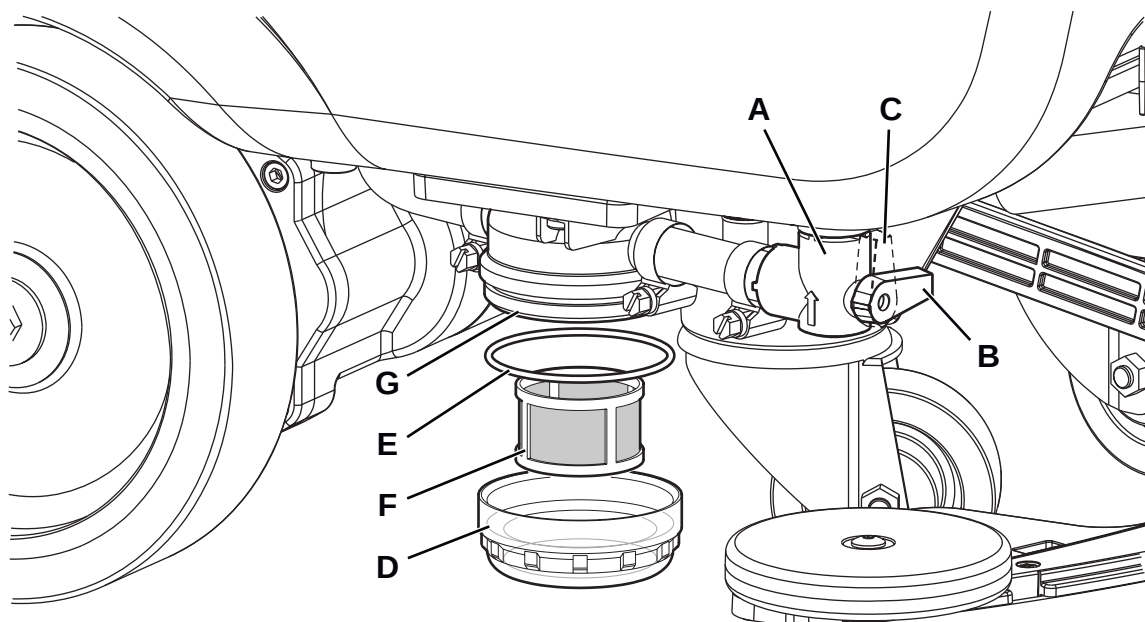

Afbeelding 12
2. Controleer of de machine is uitgeschakeld en de bedienerssleutel (41) is verwijderd.
3. Breng de afdekking (34) omhoog.
4. Reinig en was de binnenkant van de tank (33) en de afdekking met schoon water.
5. Voer het water af uit de tank met de slang (12).
6. Reinig het aanzuigrooster (31), koppel de houders (A, Afb. 12) los, open het rooster (B) en neem de vlotter (C); reinig deze daarna zorgvuldig en plaats terug.
7. Demonteer de verzamelbak voor grof vuil (D) en open het deksel ervan. Reinig de bak zorgvuldig en monteer hem weer op de aanzuigslang.
8. Controleer of de pakking (E) van de afdekking van de tank heel is.